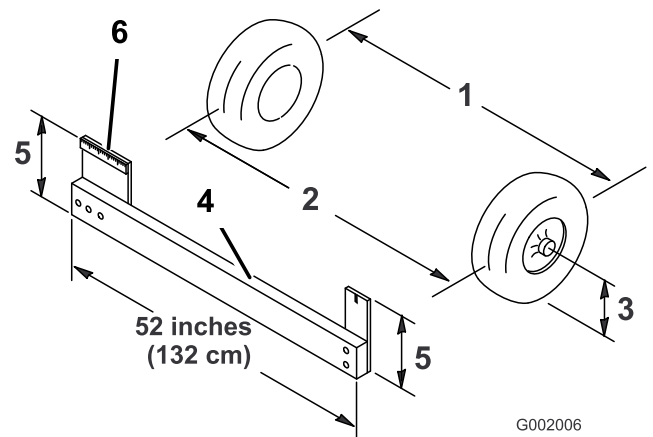

Bild 61
4. Messen Sie den Abstand zwischen beiden Vorderreifen auf Achshöhe (an der Vorder- und Rückseite der Vorderreifen) (Bild 61). Eine Messlehre ist für das hintere Maß der Vorderreifen auf Achshöhe erforderlich. Benutzen Sie das gleiche Maß für das genaue Vermessen der Vorderseite der Vorderreifen auf Achshöhe (Bild 61).